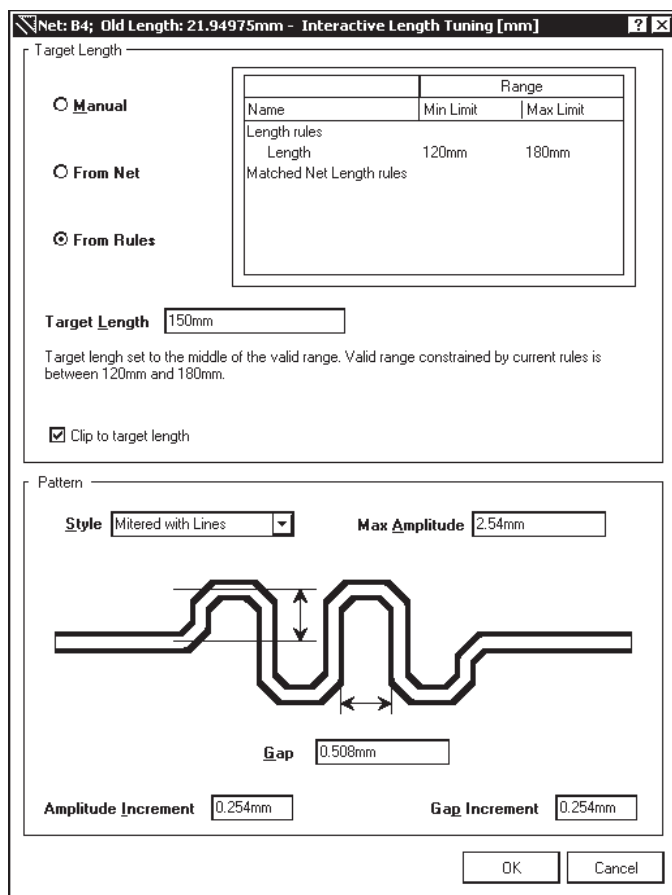

Рис. 6.26. Диалоговое окно настройки конфигурации выравнивающих сегментов
3. Клавишей <Tab> может быть открыто диалоговое окно настройки конфигурации выравнивающего сегмента трассы (рис. 6.26).